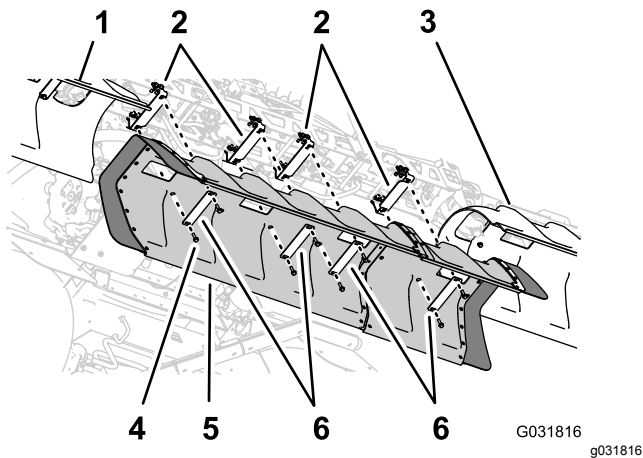

图154
- 将中间喷洒臂段护罩上的孔与中间喷洒臂段护罩支撑托架上的孔对齐 图154。
- 将在 6 拆掉可选护罩式喷洒臂组件的中间喷洒臂段护罩11 嘴 (页码 15) 的步骤 1 中卸下的 2 条护罩箍带上的孔与护罩中的软管和 2 个支撑托架对齐 图154。
- 将 2 条护罩箍带Toro 零件号 120-0629上的孔与护罩上剩余的 4 个孔和支撑托架上剩余的 4 个孔对齐 图154。
- 使用 4 个凸缘头螺栓5/16 x 1¼ 英寸——Toro 零件号 323-36将护罩箍带和护罩安装到支撑托架上 图154。